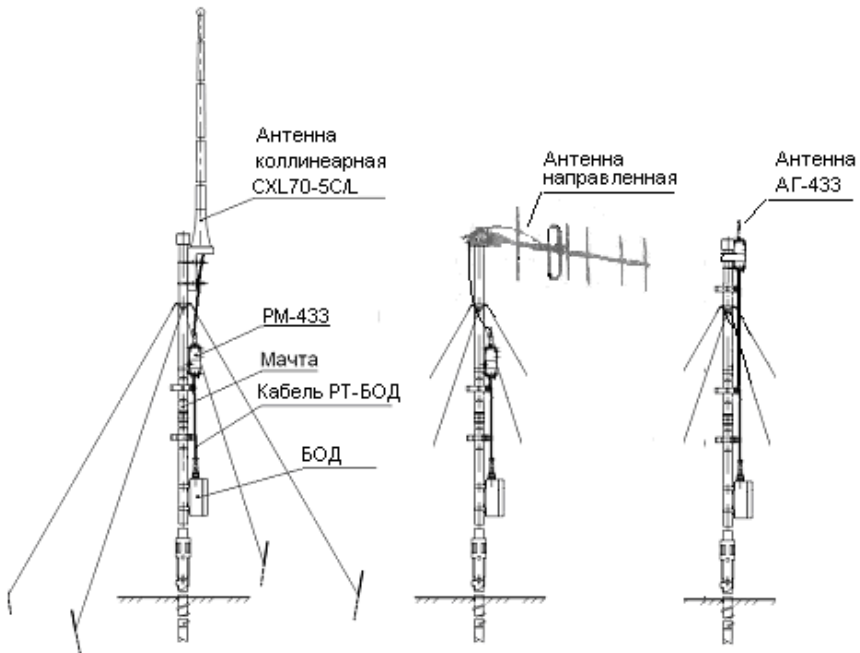

Рисунок 1.4 – РТ с антеннами
3.2.1 Монтаж РТ (рисунок 1.4) производить в последовательности: